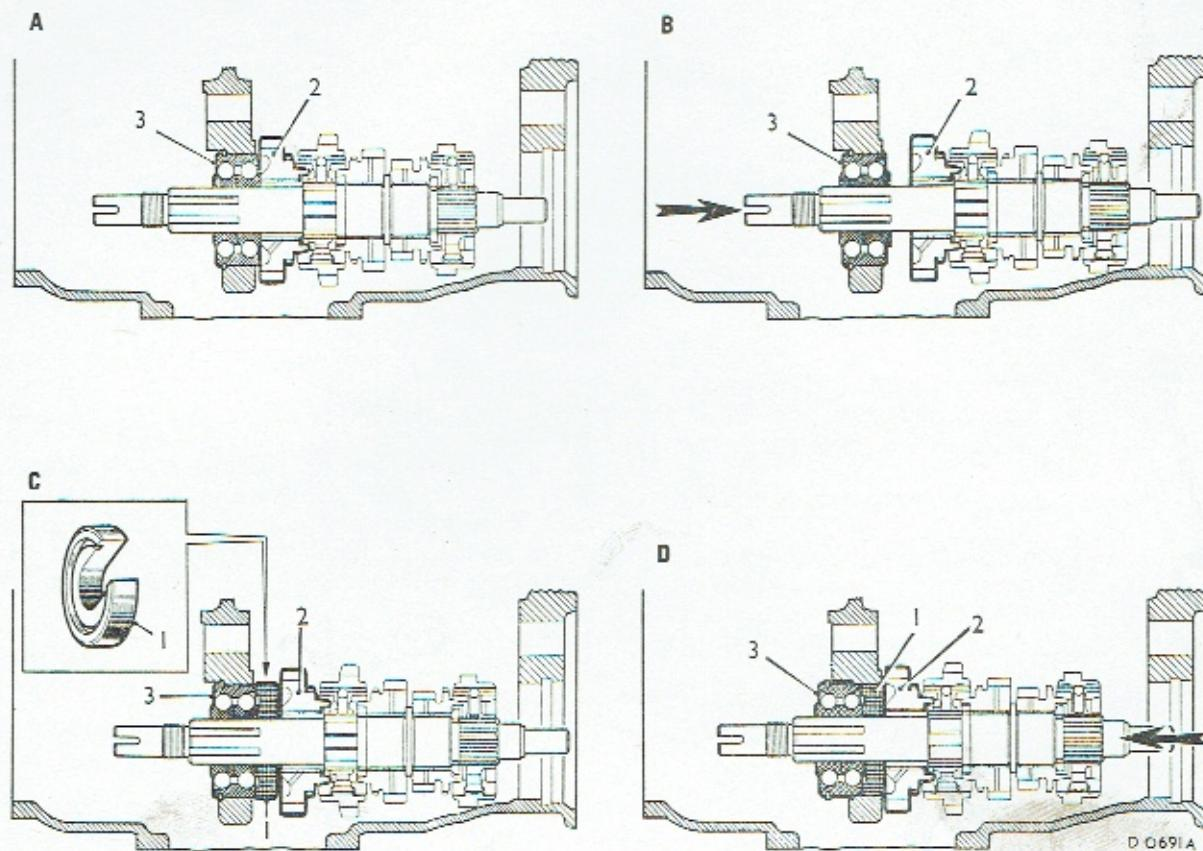

Fig. F.2
- 18) Der henvises til fig. F.2. Slå hovedakslen bagud, som vist ved pilen på B, til et specialværktøj (1) kan anbringes mellem første gearhjul (2) og lejet (3) som vist på C. På 3-trins synkromesh gearkasser bruges 18G613 og på 4-trins gearkasser 18G1127 med den underdrejede side mod lejet. Der må ikke byttes om på disse to stykker værktøj, da lejet eller huset i så fald beskadiges. Slå hovedakslen fremad som vist på D, så lejet (3) skubbes væk fra støttevæggen; pas på ikke at beskadige vælgergaflerne. Træk lejet af akslen og løft akslen af huset.